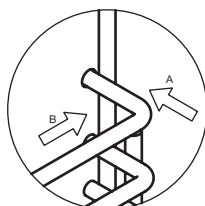

Fig.8
1. Inserte el riel en el zócalo trasero y tire hacia abajo. (Fig.8)